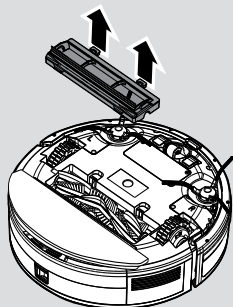

Fig. 17
2. Appuyez sur les attaches de la semelle pour retirer le couvercle de l'agitateur. **[Fig. 17]**